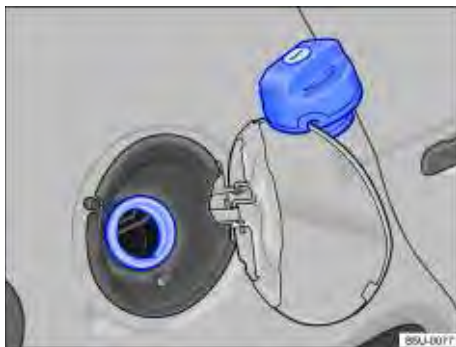

Fig. 121 Portinhola do tanque de combustível aberta com a tampa do tanque de combustível pendurada.
- Girar a tampa do tanque de combustível no sentido anti-horário e encaixar a tampa na dobradiça da portinhola do tanque de combustível ⇒ Fig. 121.